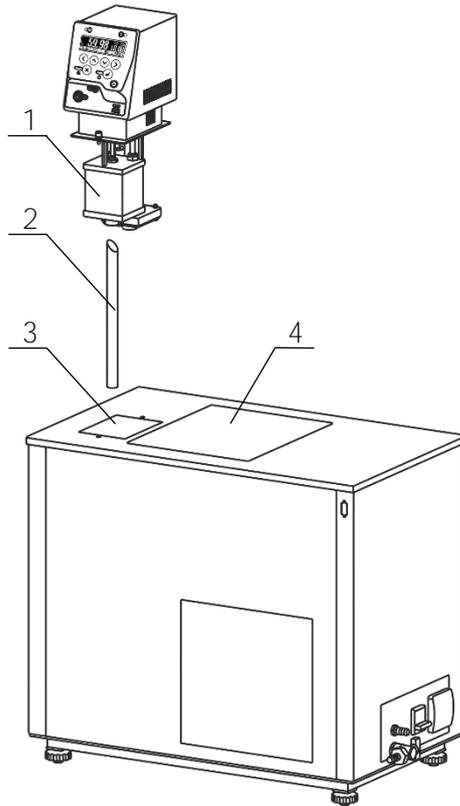

Рисунок 2 — Установка блока регулирования
2.2.3 Вставить выходную трубку 2 (рисунок 2) в переходное отверстие на дне основной ванны 3 термостата косым срезом вверх, как показано на рисунке 2.
2.2.6 Заполнить ванну термостата теплоносителем через отверстие над рабочей ванной 4 (рисунок 2) до момента начала слива теплоносителя из переливного штуцера 7. Температурный диапазон применения теплоносителя должен соответствовать значениям, указанным в 1.2.6.
Причина отсутствия перелива — неправильная работа насоса, вызванная воздушной пробкой, образовавшейся в резервуаре 1 (рисунок 2). Для ее устранения необходимо:
2.2.10 Установить крышку 3 (рисунок 1) в отверстие над рабочей ванной 4 (рисунок 2).